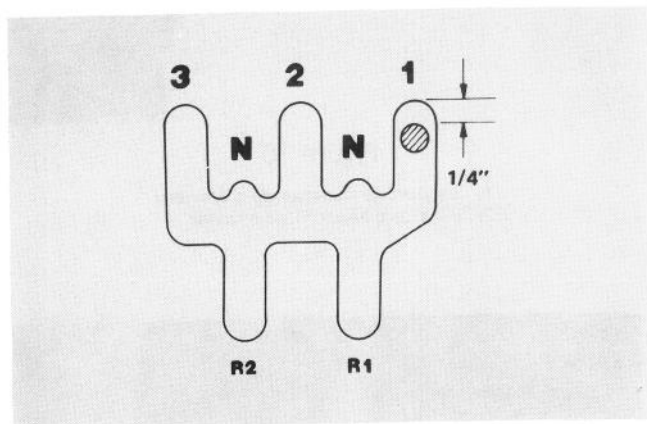

Figure 5
1. Passez la commande des roues en position No 1, première vitesse. Placez le levier de telle manière que sa face avant soit à environ 1/4 pouce du fond de la fente (Fig. 5) et retenez le levier dans cette position.